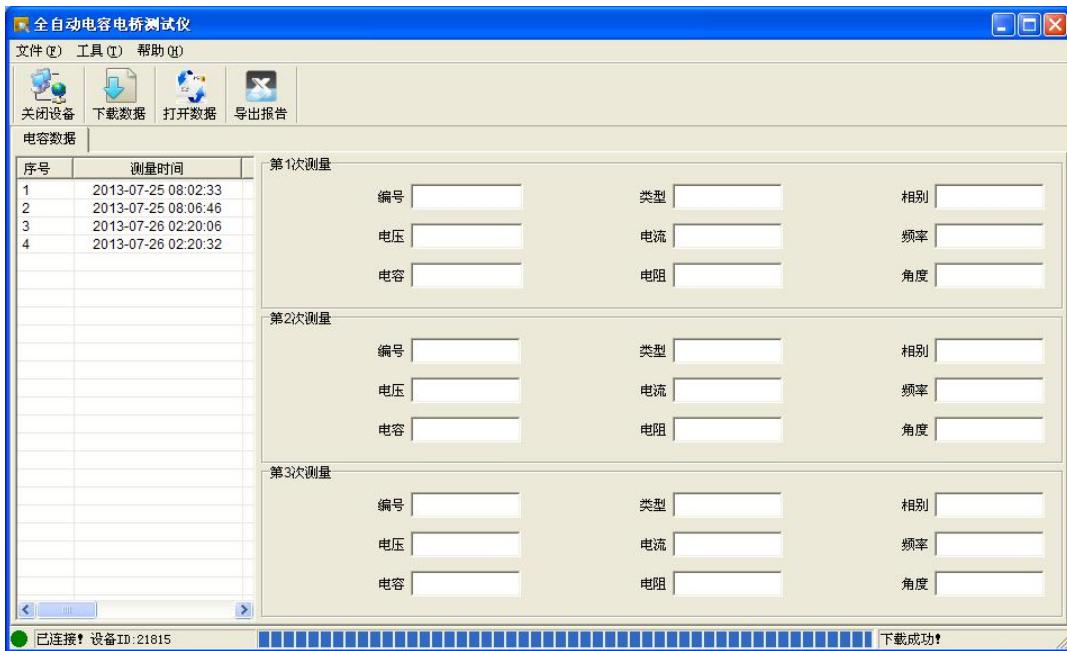
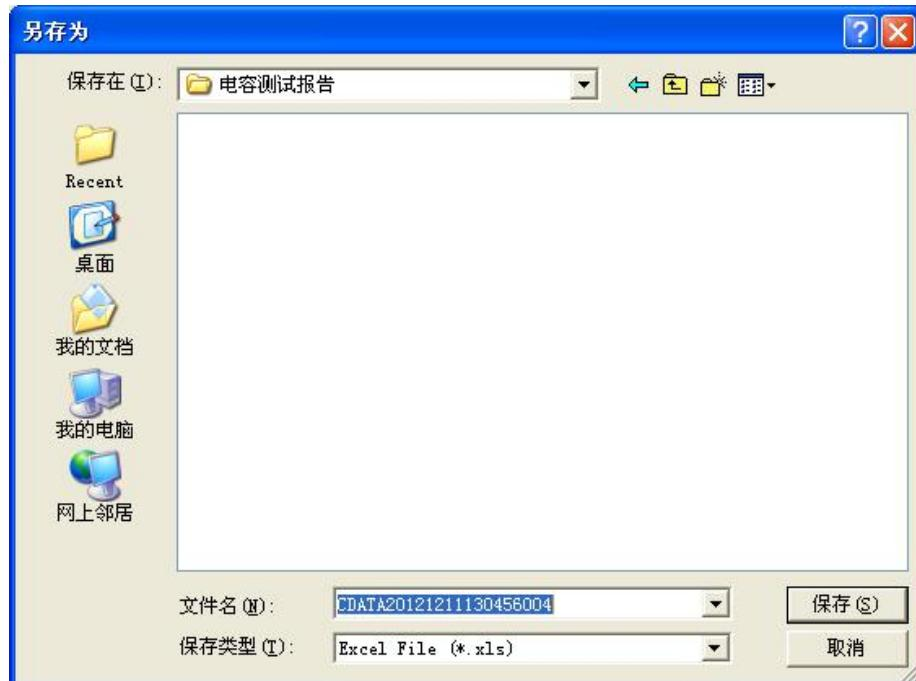

图 4.8 下载数据
图 4.12 电容导出报告
点击“确定”按钮，列表显示所下载的电容数据，如图 4.8 所示。
5. 导出报告：在图 4.8 中，选择一行电容数据后点击“导出报告”生成测试报告文档。电容数据文件名以 CDATA 开头，如图 4.12 所示。